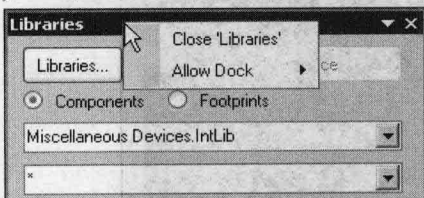

图1-21 命令标签
- (1) 在工作窗口面板的上边框处单击鼠标右键，将会弹出如图 1-21 所示的命令标签。